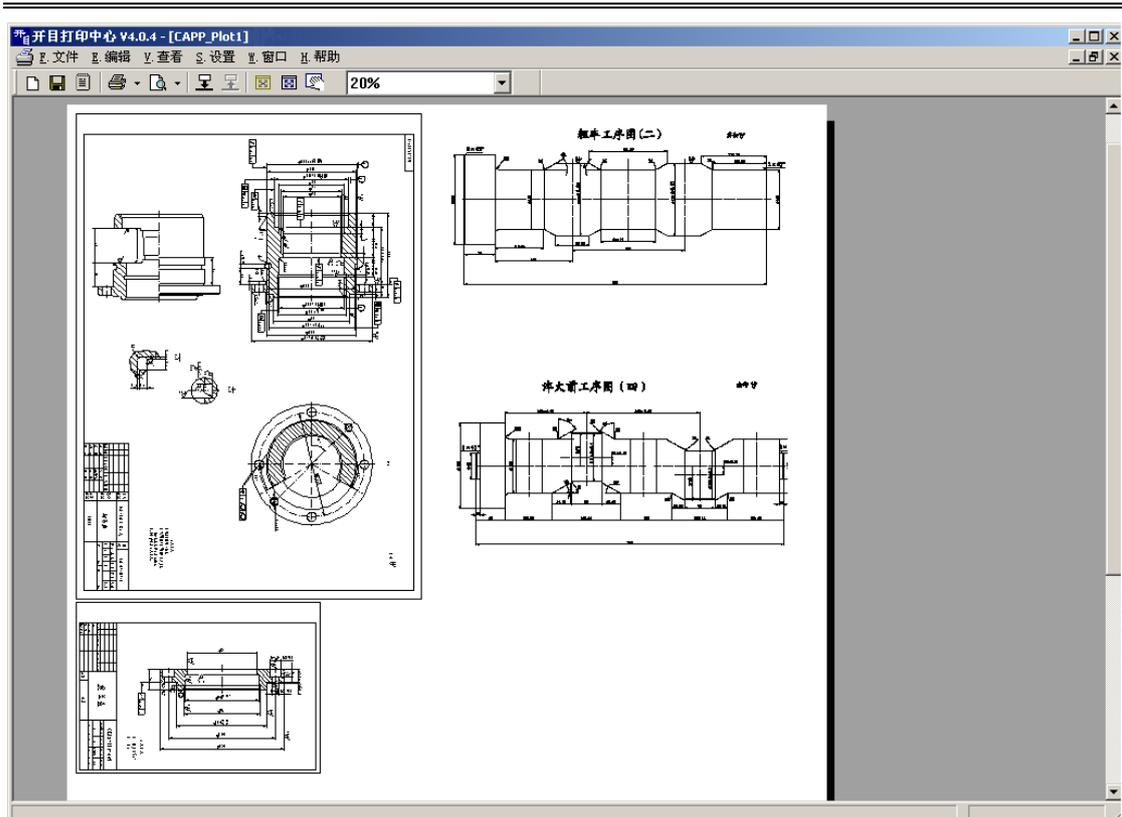

图 11.2-26
- ⑥ 启动打印中心，加入刚刚设置好页面大小的 DWG 图纸到打印中心，显示如图 11.2-26。